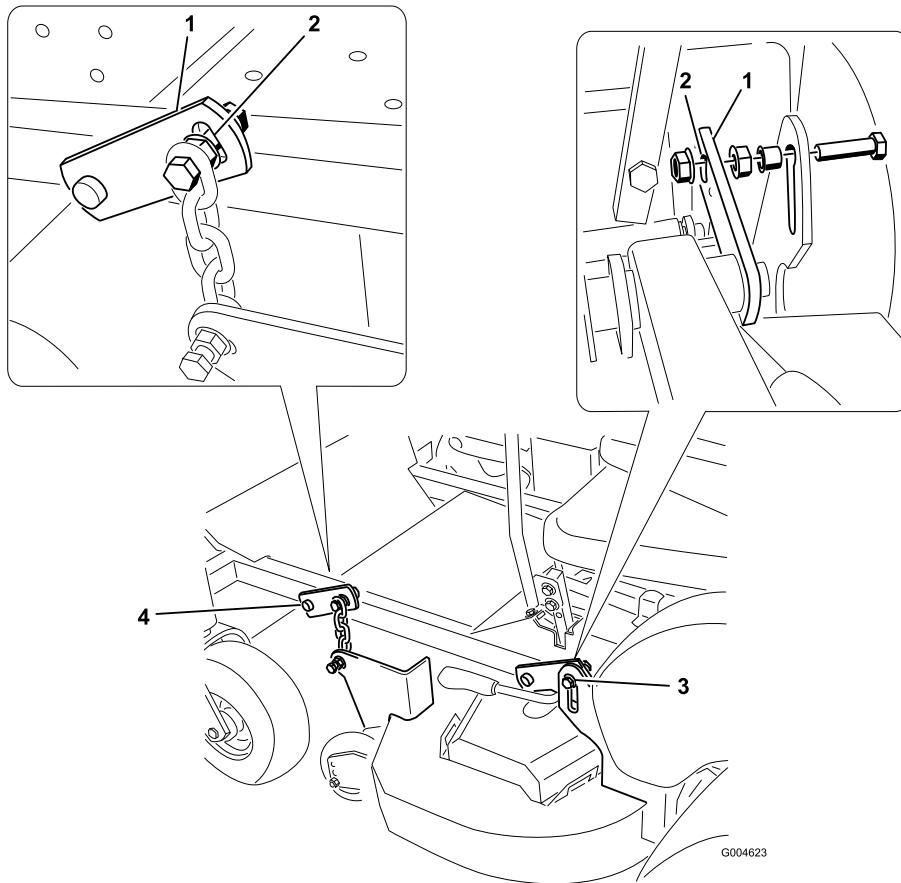

Figura 52
7. Afloje los pernos que conectan las dos cadenas y los dos soportes traseros al cortacésped (Figura 52).
8. Ajuste los dos pernos traseros hasta que estén en el centro de la ranura del soporte de pivot (Figura 52).
10. Ajuste el perno delantero en el lado de la descarga hasta que esté en el centro de la ranura del soporte de pivot (Figura 52).